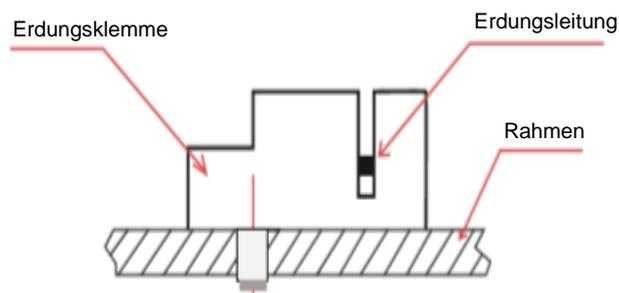

Abbildung 2
- Wie in **Abbildung 2** gezeigt, besteht die Erdungsklemmenbaugruppe aus einem Schieber, einem Sockel und einer selbstschneidenden Schraube oder einer 8-32-Schraube und einer Sechskantmutter. Die Erdungsklemme ist für nicht isolierte Kupfermassivdrähte der Größen 10 oder 12 AWG geeignet.
<p>Abbildung 1: O-A</p>	 <p>Abbildung 2: O-B</p>